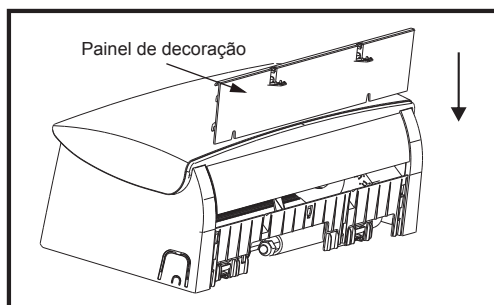

Fig. 20
8) Instale o painel de decoração para a unidade interna, como mostrado na Fig. 20, em seguida, instale o parafuso, e feche a tampa de parafuso.